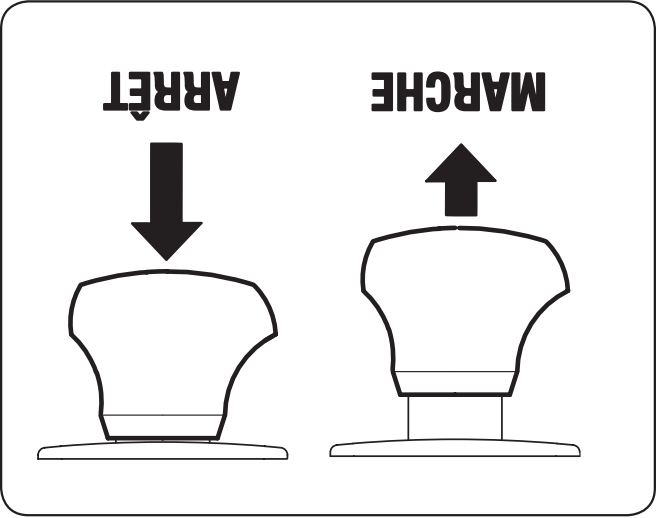

Figure 5-3
2. Poussez le bouton de la prise de force (Embrayage de la lame) vers l'avant à la position « ON » (Embrayée). Voir la Figure 5-3.